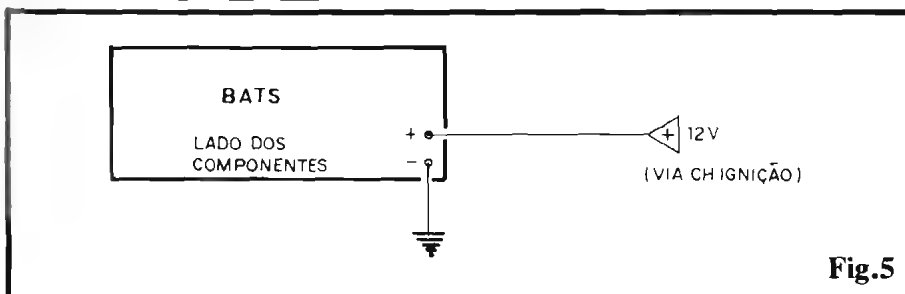
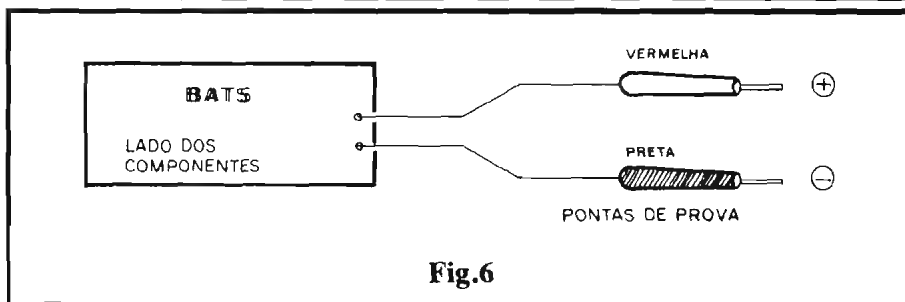

Fig.5
Fig.6
- **FIG. 6 - CONEXÕES EXTERNAS PARA UTILIZAÇÃO OFICIAL** - Se a idéia for usar o BATS na oficina, então seu **lay out** final exigirá (para perfeita praticidade...) que as conexões do **positivo/negativo** sejam feitas com o auxílio de cabos não muito curtos, de preferência bem flexíveis, isolados nas cores convencionais (vermelho/preto), e terminados por pontas de prova (o **negativo** pode - opcionalmente - ser terminado numa garra "pesada", do tipo normalmente utilizados nos carregadores de bateria, etc. Em qualquer dos casos (figs. 5 ou 6) é óbvio que as ligações finais dependerão da disposição de caixa, painel, **container** adotado, etc. Assim, recomendamos ao Lei-